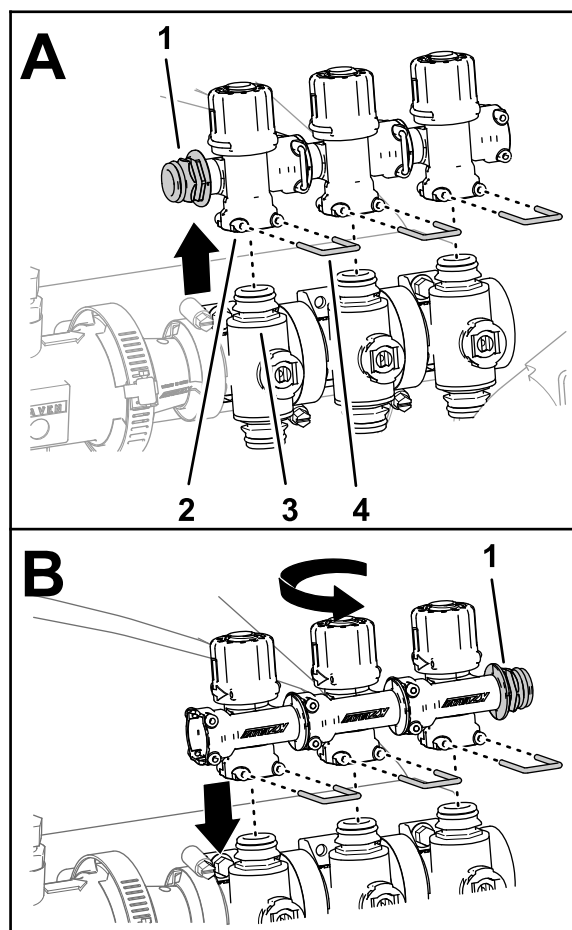

Figura 66
4. Retire las 3 horquillas de retención que sujetan las 3 válvulas de desvío a las válvulas de sección la izquierda, central y derecha (**Figura 66**).
5. Levante las válvulas de desvío de las válvulas de sección (**Figura 66**).
6. Gire las válvulas de desvío 180° y móntelas en los acoplamientos rápidos de las válvulas de sección (**Figura 66**).
7. Sujete las 3 válvulas de desvío a las válvulas de sección con las 3 horquillas de retención que retiró en el paso 4 (**Figura 66**).